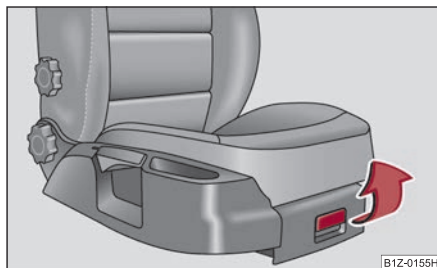

Fig. 124 Asiento del acompañante: Portaobjetos
- Para abrir la tapa, inclinar el cierre y levantar la tapa ⇒ fig. 124.